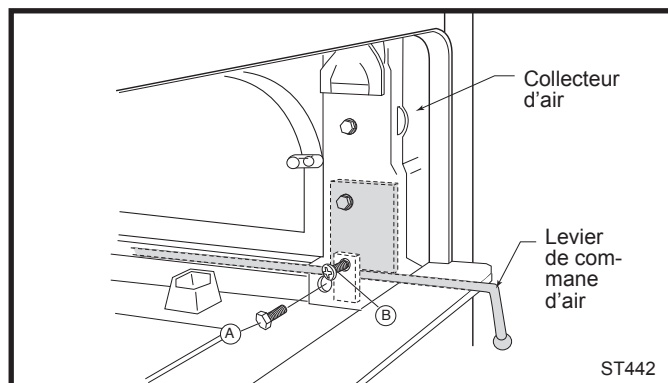

Fig. 30 Réglage du levier de commande d'air primaire.
Au fil du temps, le contrôle de l'admission d'air peut se serrer ou se desserrer. Pour ajuster la tension sur le contrôle, laisser le poêle refroidir à température ambiante. Ouvrir la porte latérale de chargement et regarder dans la direction du côté intérieur du panneau avant du poêle. (Fig. 30) Localiser le boulon à tête hexagonale inférieure (A) sur le collecteur d'air primaire se trouvant juste derrière la porte. Retirer le boulon avec une clé à extrémité ouverte ou une clé à rochet munie d'une douille pour accéder à la vis de réglage (B) se trouvant à l'intérieur du collecteur. Insérer un tournevis cruciforme dans ce trou et tourner la vis dans le sens horaire pour augmenter la tension, antihoraire pour diminuer la tension. Faire les ajustements par petits essais et tester le fonctionnement. Replacer le boulon à tête hexagonale lorsque vous avez terminé.